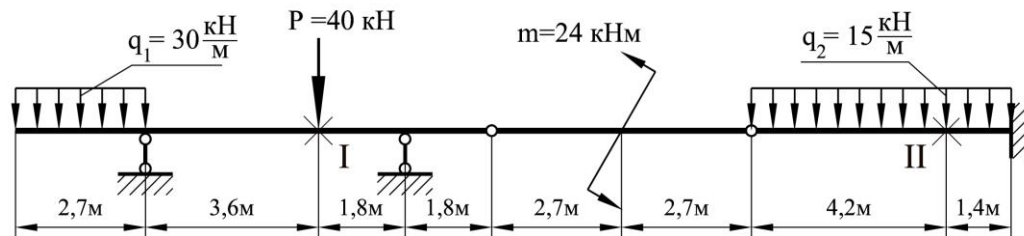

Рис.1
**Задание:** Для заданной балки рис.1 требуется: